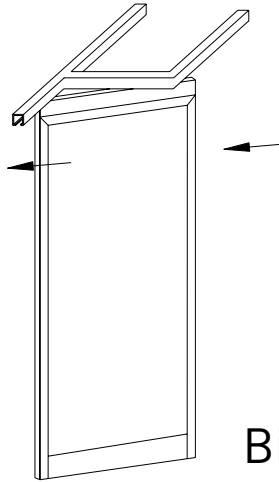

Bild 17
12. Schieben der Flügel (Bild 17)